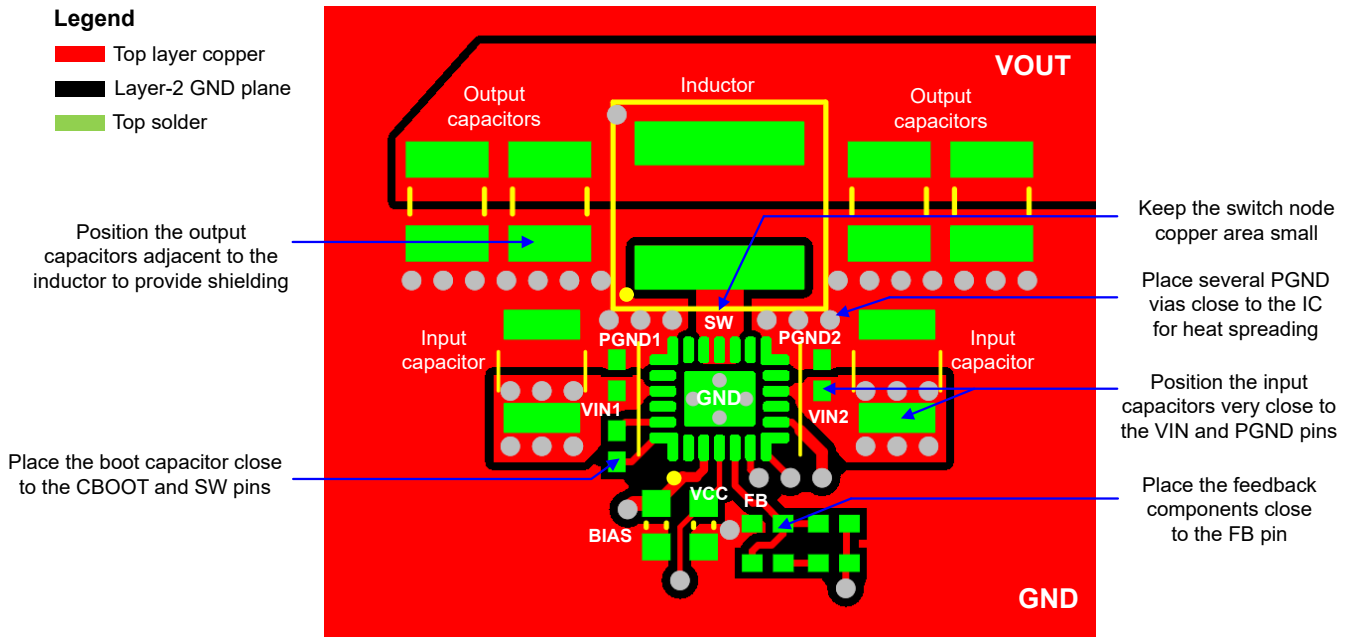

図 8-31. PCB のレイアウト例
次のリストは、熱および EMI の特性を含めて DC/DC モジュールの性能を最適化するための、PCB レイアウトと部品の配置に関する重要なガイドラインを要約したものです。図 8-31 は、LM63440-Q1 または LM63460-Q1 のいずれかの推奨レイアウトで、電力段と小信号部品の配置と配線が最適化されているものです。
- VIN1 と PGND1 の間、および VIN2 と PGND2 の間には、X7R または X7S 誘電体を使用した低 ESR のセラミックコンデンサを使用します。図 8-31 に示すように、高周波バイパスのため、各ピンのペアの近くに 0402 コンデンサを配置します。バルク容量のため、それぞれの側に隣接して 1206 または 1210 のコンデンサを使用します。